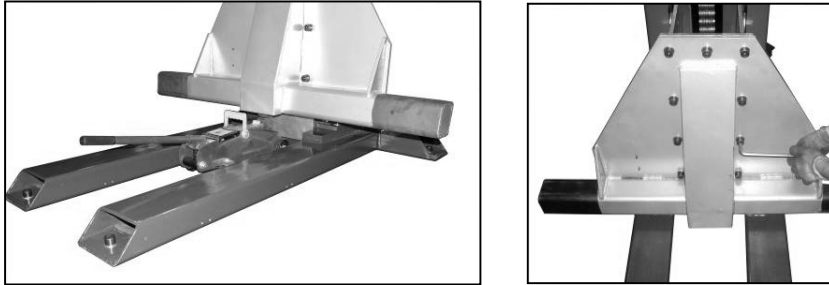

Figure : 8-A, B Cadre de levage
- 9) Ensuite, vous devez fixer le cadre du pont élévateur sur le support à l'aide de vis. (Fig. 8-A, B) Un cric hydraulique ou un cric à bouteille convient bien pour aligner les trous. Serrez ensuite toutes les vis du cadre.